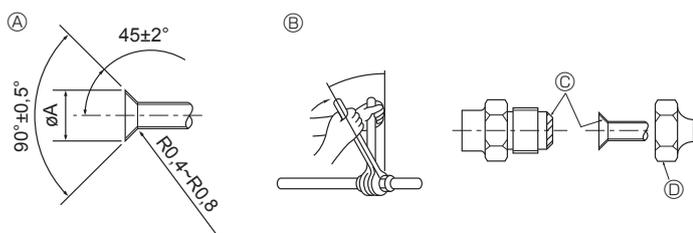

Fig. 4-1
4.1. Anslutningsrör (Fig. 4-1)